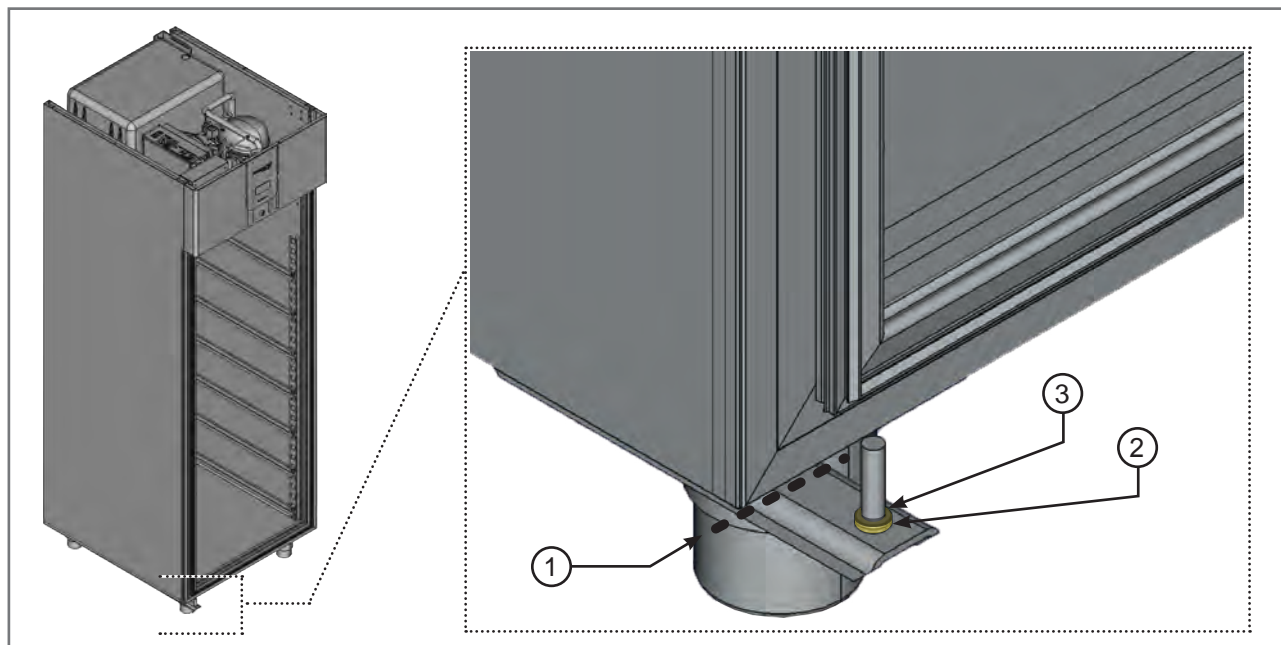

Fig 3.23 - Aligner sur le repère et faire attention aux rondelles
- Sur le côté opposé de l'armoire, positionner la charnière inférieure en l'alignant sur le repère précédemment tracé au crayon (1 - Fig. 3.23).
- Vérifier que la (les) rondelle(s) en plastique (2 - Fig. 3.23) est (sont) correctement positionnée(s) sous la rondelle en laiton (3 - Fig. 3.23), toutes deux situées sur la charnière inférieure.